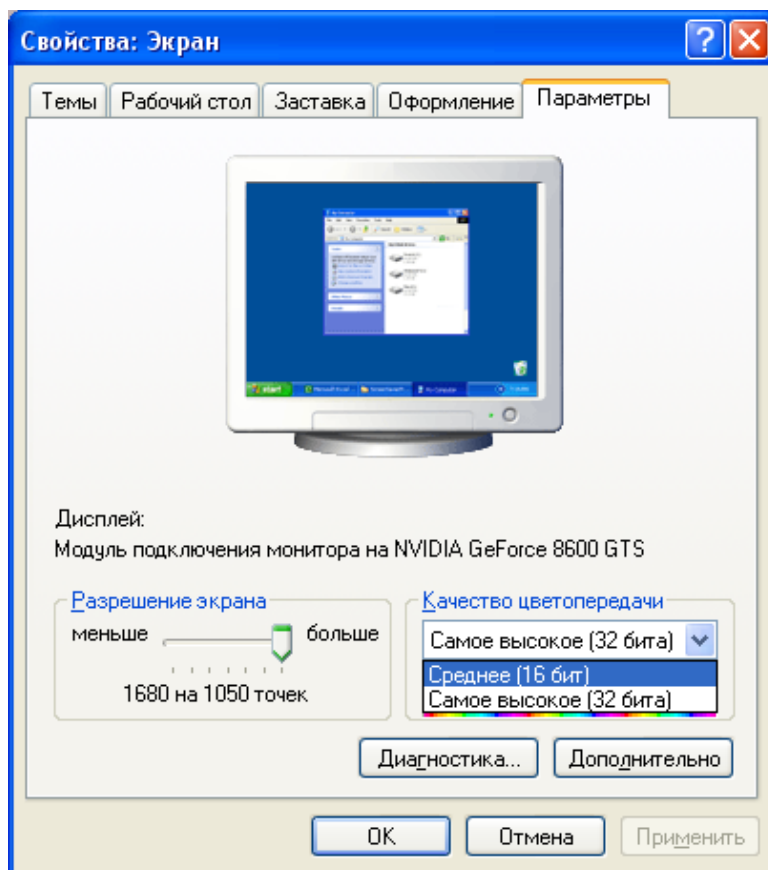

Рисунок 21
- откройте окно «**Свойства:Экран**», рисунок 21, выбрав пункт «**Пуск**» - «**Настройка**» - «**Панель управления**» - «**Экран**»;